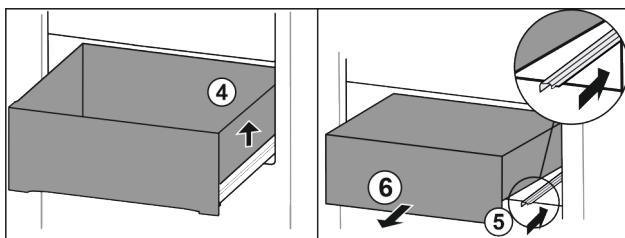

Fig. 83
- Приподнимите выдвижной ящик справа. Fig. 83 (4)
- Вставьте правую направляющую. Fig. 83 (5)
- Извлеките выдвижной ящик движением вперед. Fig. 83 (6)